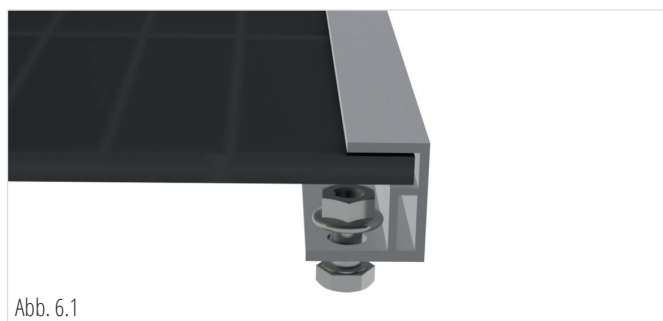

Abb. 6.1
1. Als Abrutschsicherung zwei Sechskantschrauben M6x20, Edelstahl A2 durch die unteren Befestigungsbohrungen auf der Modulrückseite stecken und mit zwei Muttern M6, Edelstahl A2 befestigen (Abb. 6.1). Wenn Großmodule montiert werden, Schrauben und Muttern mit M8 Gewinde verwenden.